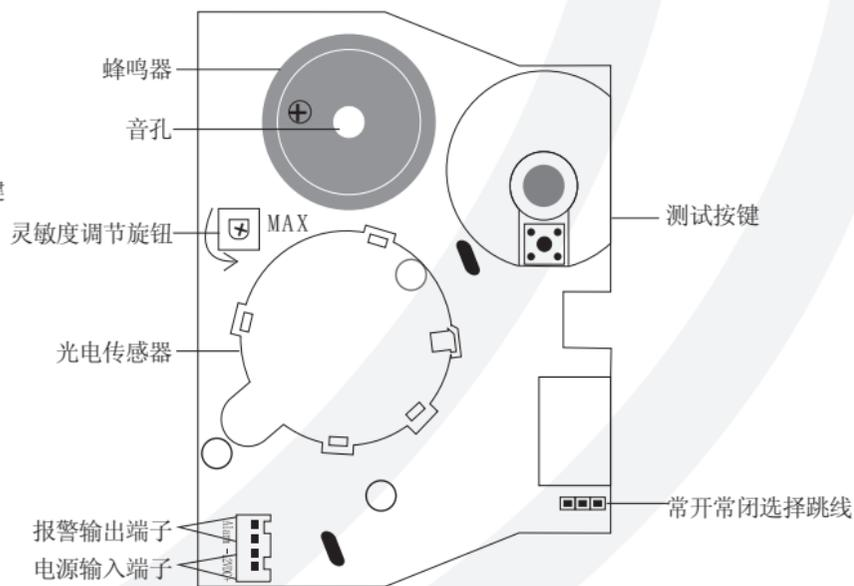

图.2 SED-503CM 主板
- 用螺丝刀旋动调节电位器（R4）（如图2）来调节SED-503CM的灵敏度。逆时针旋转是减少灵敏度，顺时针旋转是提高灵敏度。
• 连接不恰当将导致探测器无法正常工作。如图2所示连接SED-503CM。